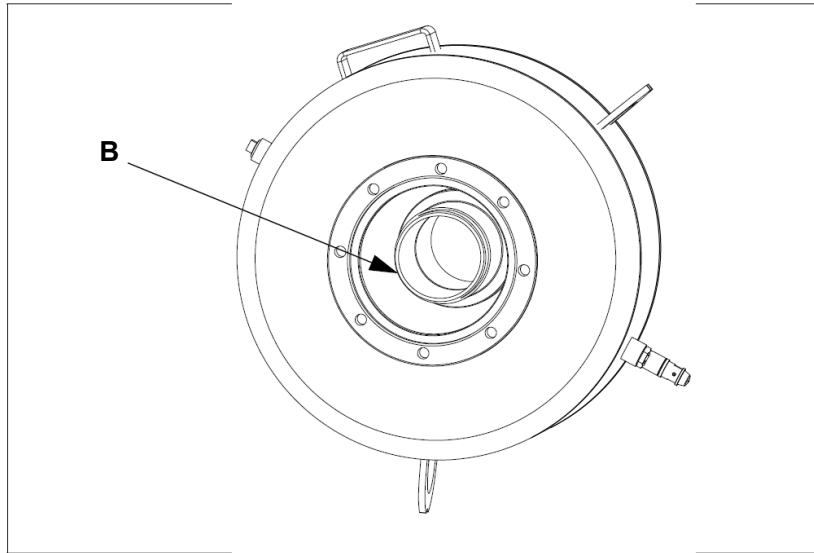

Рис. 17:
4. Осмотрите внутреннюю часть воздушной пушки (В, рис. 17); убедитесь, что поверхности выпускного патрубка гладкие и чистые, чтобы уплотнительные кольца прилегали плотно и герметично.